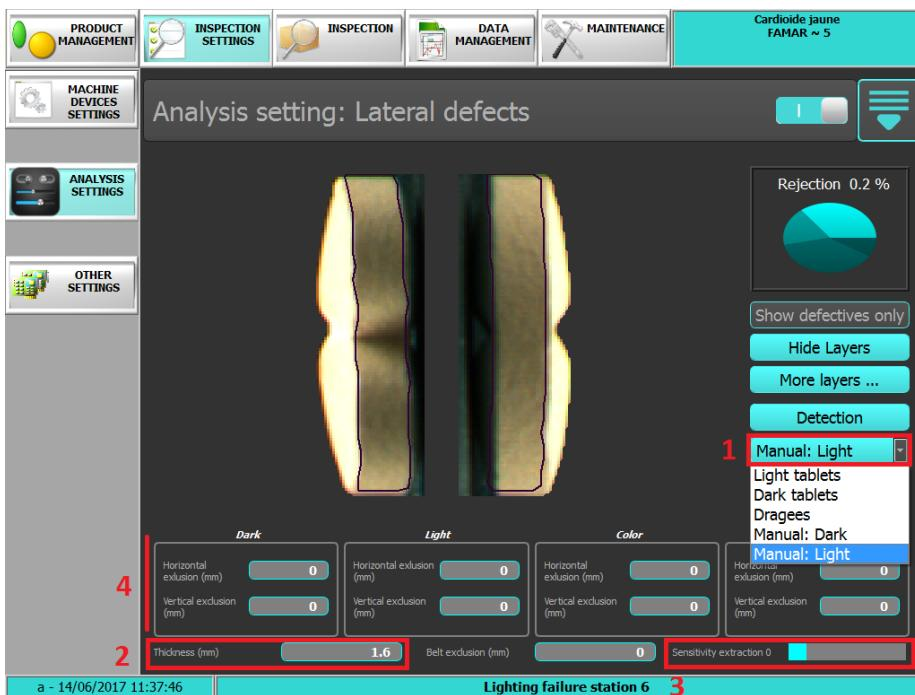

FIGURE 8.10 – Extraction de la tranche d'un comprimé clair avec la méthode **Manual : Light**
- Sélectionner **Manual : Light** dans la liste déroulante, voir Fig. 8.10-step 1
- Mesurer la tranche du comprimé au pied à coulisse et rentrer la valeur mesurée dans le paramètre **Thickness**, voir Fig. 8.10 step 2. Le comprimé utilisé dans cet exemple a une épaisseur de 1.6mm, le paramètre **Thickness** doit être à 1.6mm. Ce paramètre permet de décaler le contour extrait sur la partie saturée de 1.6mm.
- Placer le curseur **Sensitivity Extraction** à **0**, voir Fig. 8.10 step 3. Ce paramètre sert à ajuster le seuillage appliqué à la partie supérieure saturée du comprimé, il permet de décaler le contour saturé vers la partie lumineuse.
- Ajuster les valeur de zones d'exclusion selon les besoins de détection, voir Fig. 8.10 step 4. Le paramètre **Belt Exclusion** peut également être utilisé